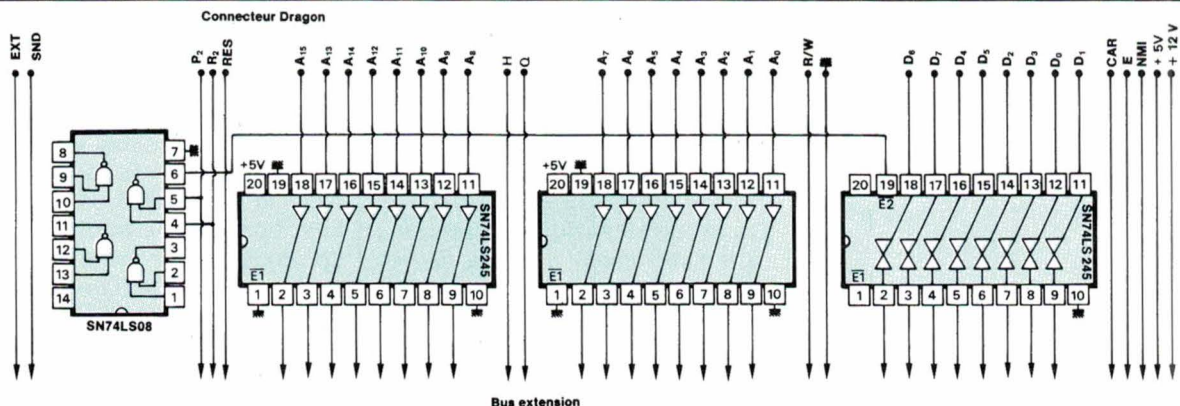

Fig. 4
a) Une carte « buffer » enfilée sur le connecteur du micro-ordinateur dans le logement destiné aux cartouches d'extensions (fig. 4).